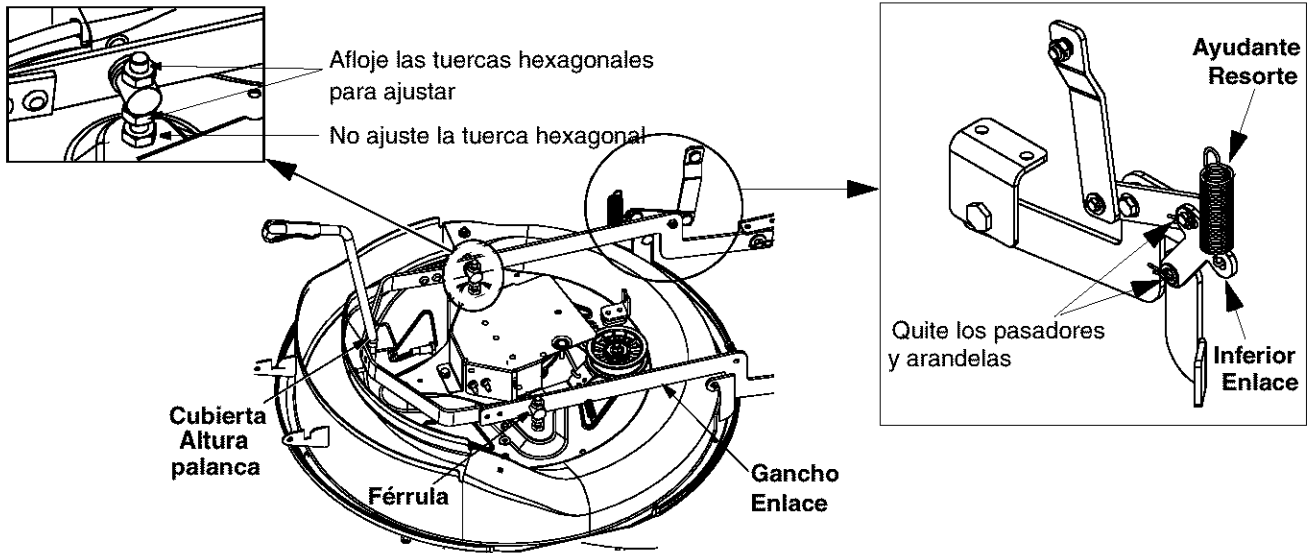

Figura 13
- Afloje completamente pero no quite la tuerca hexagonal más alta de las tres que sostienen el perno y la férula en el gancho de la cubierta. Ver Figura 13.
- Vuelva a unir los enlaces inferiores como se muestra en Figura 13.
- Apriete la tuerca del medio contra la base de la férula. Ver Figura 13.